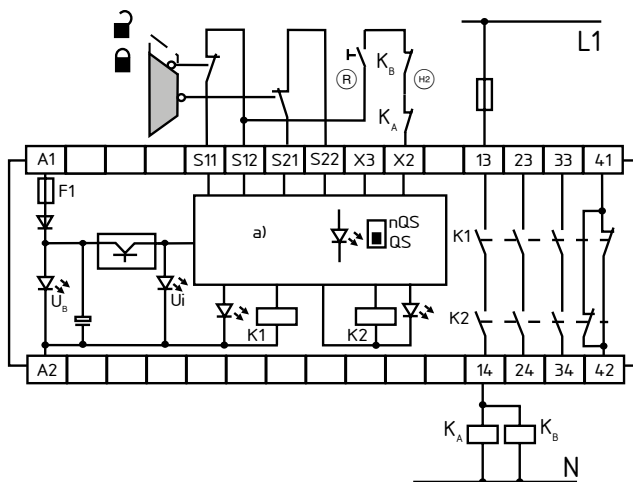

Fig. 4
Controllo a due canali, rappresentato utilizzando l'esempio di un sistema di sorveglianza porta con due interruttori di posizione, di cui uno con contatto ad apertura obbligata, pulsante di Reset esterno (R) (vedere Fig. 4)
- (R) = Circuito di ripristino (feedback)